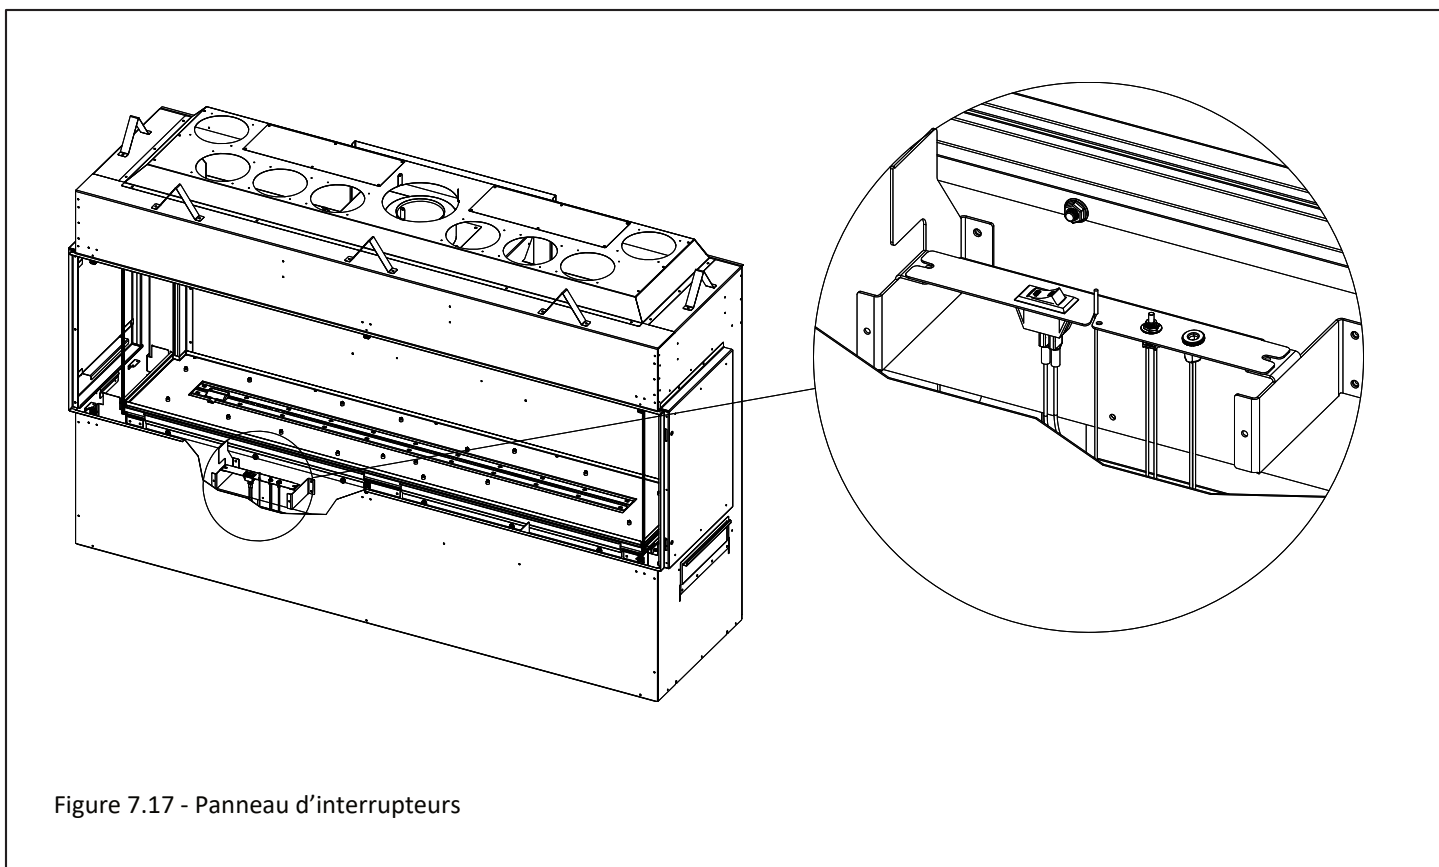

Figure 7.17 - Panneau d'interrupteurs
3. Retirez les (2) vis à métal qui retiennent le panneau d'interrupteurs. Soulevez ce panneau de son support de fixation et repérez les fentes dans les fixations du module de contrôle. Insérez le panneau d'interrupteurs dans ces fentes pour le tenir en place durant le retrait du panneau de contrôle (position rétractée). Figures 7.17 et 7.18.